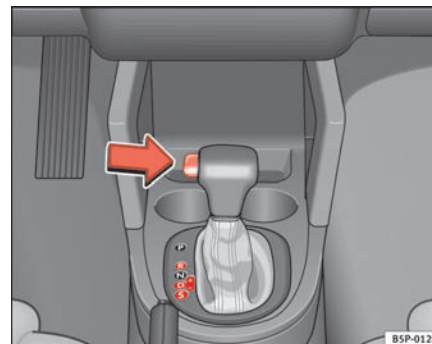

Fig. 136 Kørsel
- Tryk på knappen på gearvælgeren (på venstre side ⇒ fig. 136). ▶